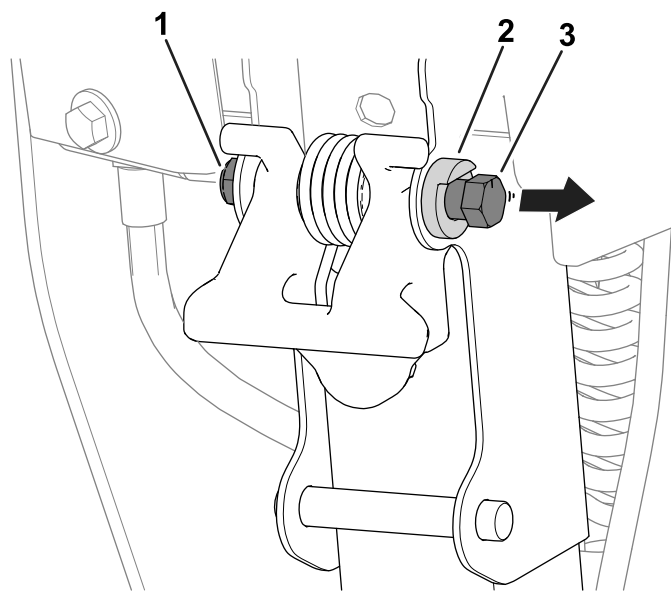

Bild 13
1. Lösen Sie die Mutter des Riegelbolzens so weit, dass sich der Kopf des Bolzens bis knapp über den Drehpunktanschlag hinaus frei bewegen kann (Bild 13).
3. Ziehen Sie die Mutter des Riegelbolzens (Bild 13) so an, dass die neue Riegelposition gegen den Drehpunktanschlag gesichert ist.